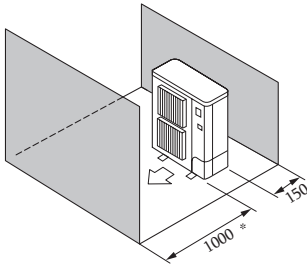

Fig. 2-7
- ⑤ Խոչընդոտներ առջևում և հետևում (Fig. 2-7)